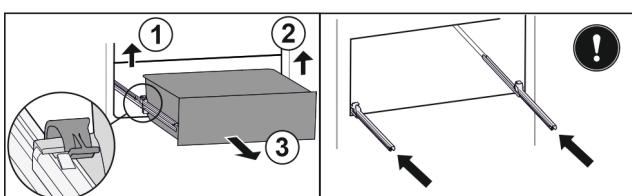

Fig. 127
- 提起左侧夹子，同时将抽屉左侧向前拉。Fig. 127 (1)
- 提起右侧夹子，同时将抽屉右侧向前拉。Fig. 127 (2)
- 朝前取出抽屉。Fig. 127 (3)